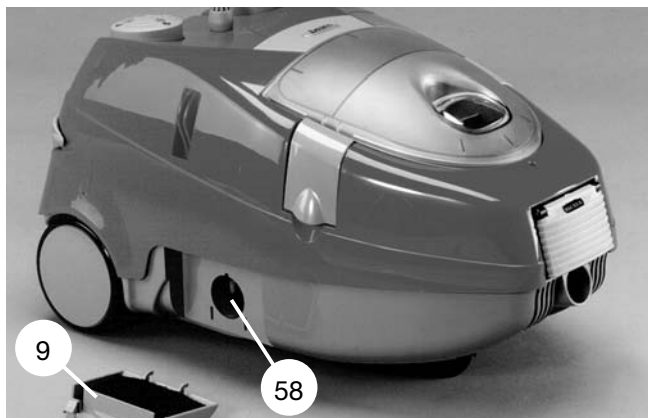
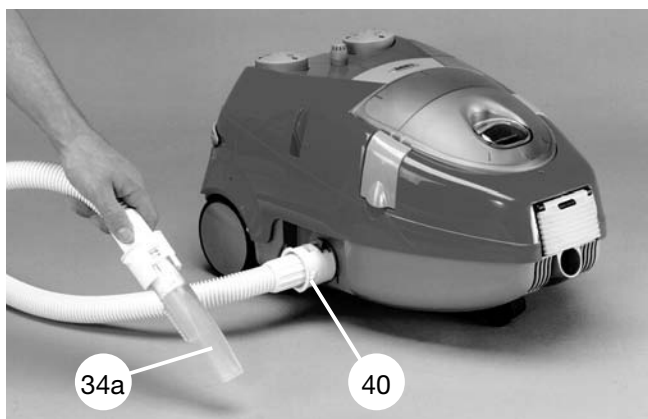

Bild 30
Bild 31
11.2 Luftaustrittsgitter 9 (Bild 30) abnehmen und Blasanschlauch 40 (Bild 31) mit der grauen Anschlussseite in die Luftaustrittsöffnung 58 (Bild 30) stecken. Arretieren durch einen leichten Dreh nach rechts. Am anderen Ende des Blasschlauches die schmale, transparente Düse 34a (Bild 31) für die gezielte Luftführung aufstecken und durch einen leichten Dreh arretieren.